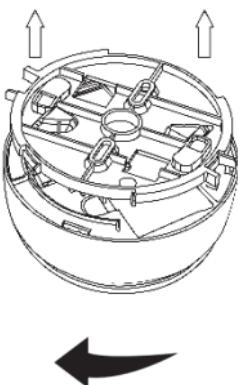

Figura 1
2. Gire e remova o suporte plástico deinstalação da sirene (*veja Figura 1*).
1. Remova a sirene do suporte plástico deinstalação (veja Figura 1).